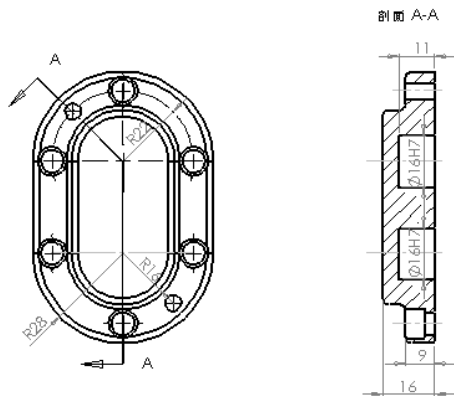

图 8-99 标注尺寸
**06** 标注基本尺寸。在菜单栏中选择“工具”→“标注尺寸”→“智能尺寸”命令，或者选择“注解”工具栏中的  按钮，标注视图中的尺寸，最终得到的结果如图 8-99 所示。